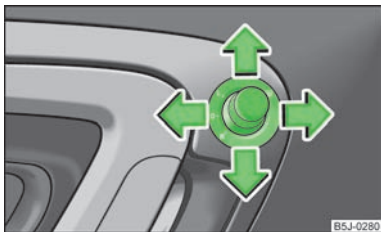

Abb. 32
- › Den Drehknopf in die Position  » Abb. 32 stellen.